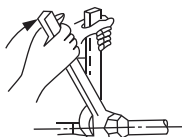

Fig.5-4
- (cfr. fig. 5-4).
- Quando si collegano le tubazioni del refrigerante, usare sempre due chiavi inglesi per stringere o allentare i dadi! (cfr. fig. 5-4). In caso contrario si potrebbero causare danni ai collegamenti delle tubazioni e perdite.